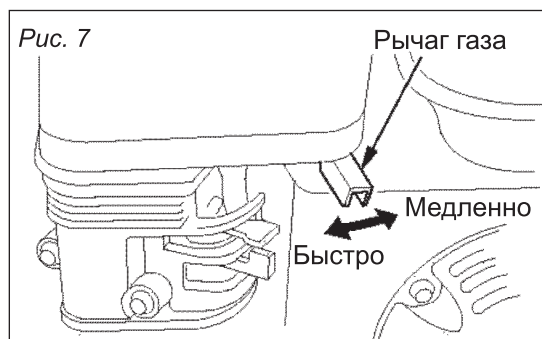

Рис. 7
Установите рычаг газа в среднее положение (рис. 7).
1. Поверните ручку газа (регулирование оборотов двигателя) направо до упора в положение «МЕДЛЕННО» (рис. 7).